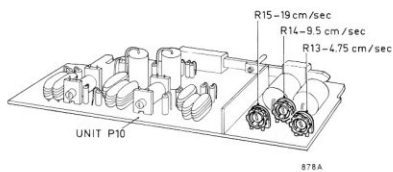

Fig. 21
8. Snelheidsinstelling (zie fig. 21)